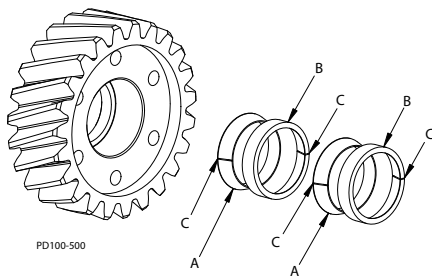

Figura 60: Conjunto del elemento de sujeción
3. Los elementos de sujeción (Figura 61, renglón 25, mostrados en la Figura 60) consisten de un anillo exterior y de un anillo interior, ambos con corte. Para un correcto funcionamiento, los elementos se deben armar en el orden siguiente: anillo interior (A), anillo exterior (B), anillo interior (A), anillo exterior (B); con los cortes de los anillos (elementos C) separados 180° uno del otro, como se muestra en la Figura 60.